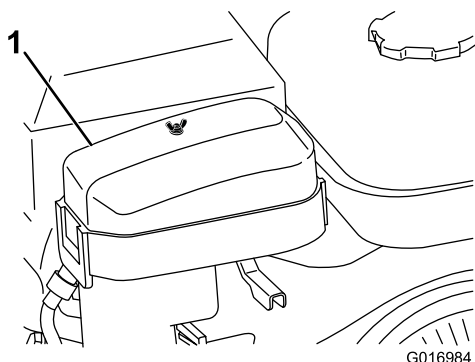

Bild 24
- Nehmen Sie die Flügelmutter ab, mit der die Luftfilterabdeckung befestigt ist, und nehmen Sie sie ab (Bild 24).